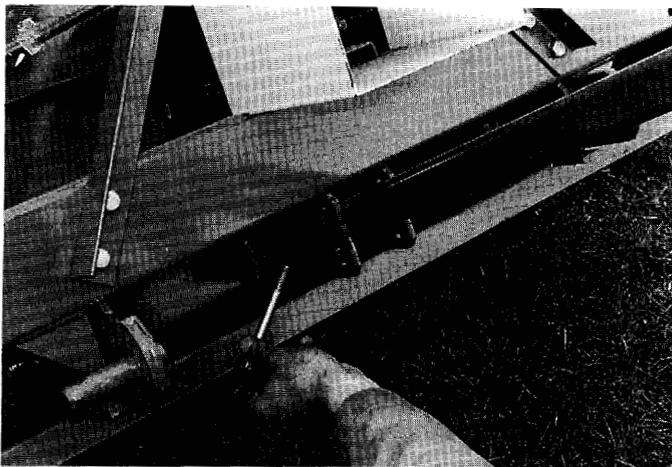

fig. 27
- die vordere Befestigungsschraube entnehmen (SW 17) (Fig 27),